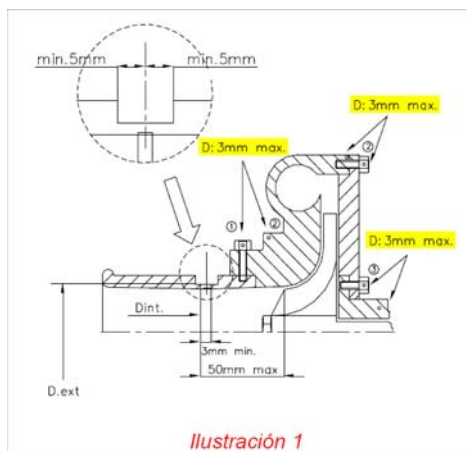

Ilustración 1
Para motores sobrealimentados, este diámetro debe manterse sobre unha lonxitude mínima de 3 mm medido augas abaixo dun plano perpendicular ao eixo de rotación situado a un máximo de 50 mm augas arriba dun plano que pase polos extremos máis augas arriba dos álabes da roda (ver ilustración 1).
-Para motores atmosféricos, entre os parafusos de fixación, entre a brida (ou a fixación brida/conducto de bolboreta) e o conduto de bolboreta (ou a fixación conducto/placa de peche) (ver ilustración 1).